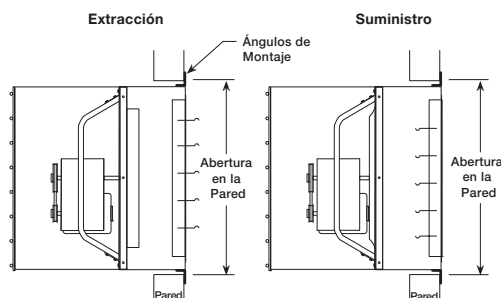

Figura 3 — Instalación
5. Conecte (4) ángulos de montaje a la carcasa del ventilador y al bastidor de la pared. Consulte la Figura 3.
**NOTA:** Retire todos los sujetadores, excepto los (2) de la esquina superior o inferior, para que el protector se pueda articular hacia arriba o hacia abajo. Los sujetadores de la esquina pueden actuar como bisagras para articular el protector y garantizar que no sea un obstáculo.